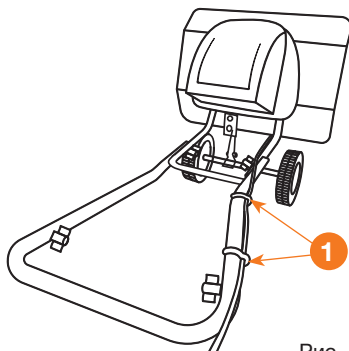

Рис. 17
- Закрепите электрический провод с помощью крепежа для кабеля **1** (Рис. 17).